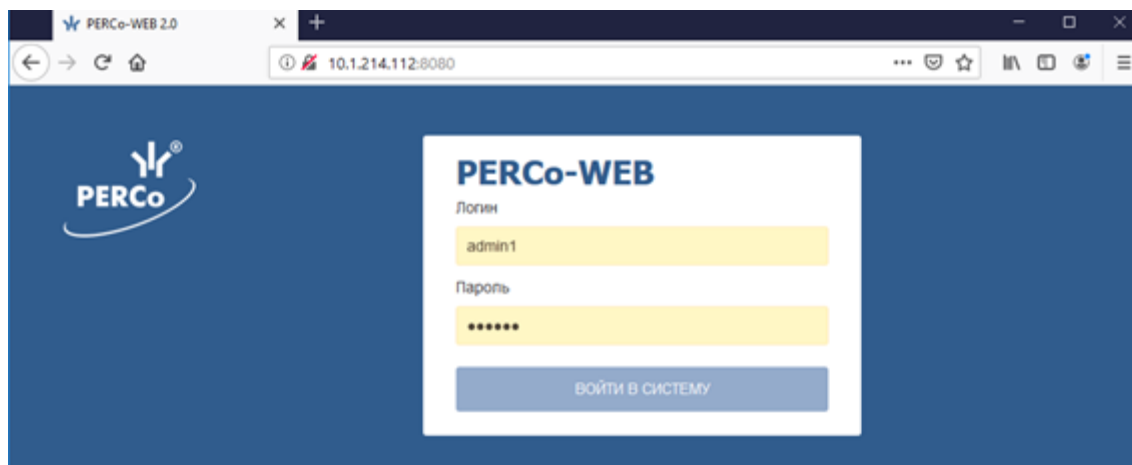

Рисунок 12. Окно входа во встроенную СКУД «PERCo-Web»
- При подключении контроллера через PoE-сплиттер (см. рис. 12 в Приложении 1) рекомендуется использовать только электромеханические замки, поэтому необходимо использовать именно диод искрозащиты типа 1N5819. Во избежание выхода из строя PoE-сплиттера использование супрессора в этом случае **не рекомендуется!**